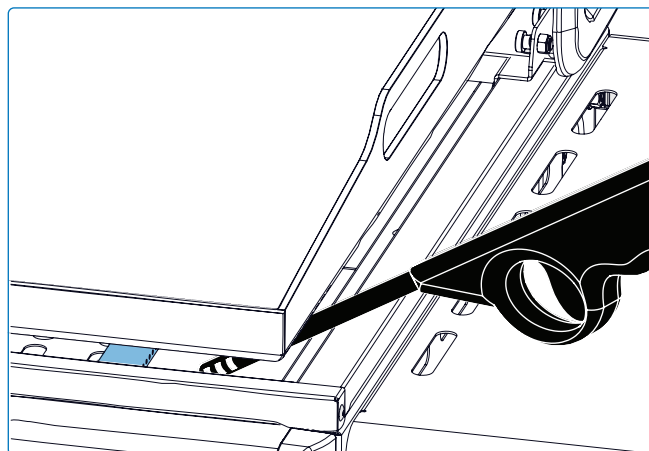
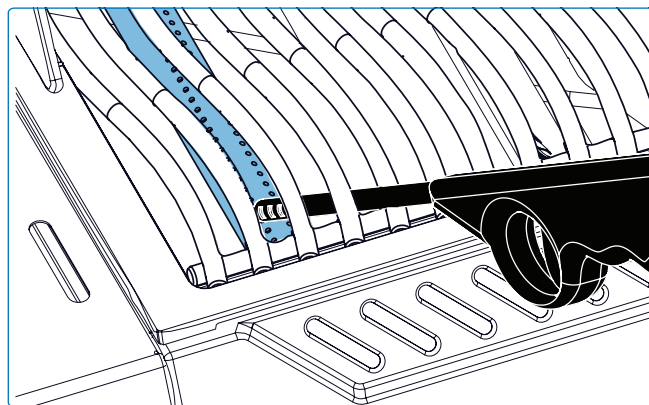

Fig. 13
Fig. 14
2. Allumez une longue allumette ou un briquet au butane et placez-le près des orifices du brûleur (**fig. 13, fig. 14**).